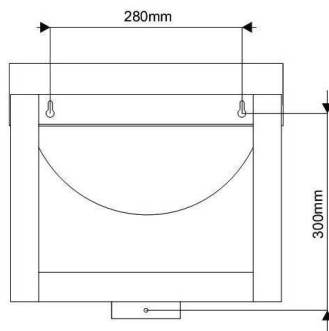

Fig. 2
- Zorg ervoor dat u tussen de gaten een afstand aanhoudt van 280 mm, zoals aangegeven op fig. 2.